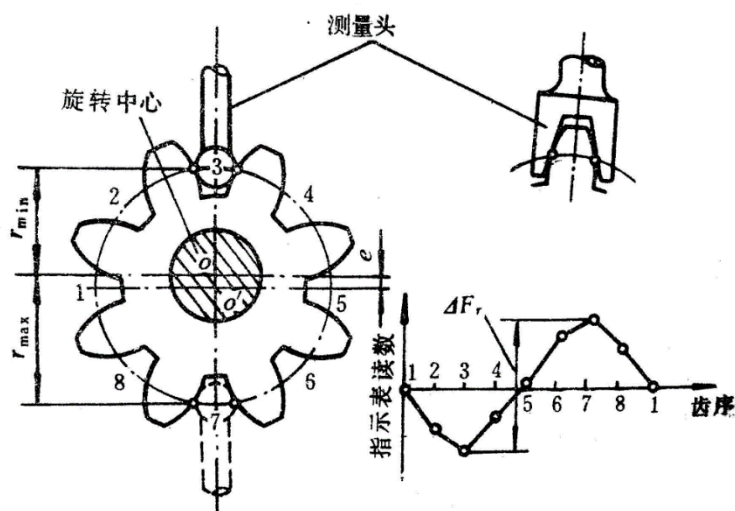

图1 齿圈径向跳动的测量
齿圈径向跳动误差 ΔF_r 是指齿轮的一转范围内，测量头在齿槽内（或轮齿上）与齿高中部双面接触，测量头相对于齿轮轴线径向位置的最大变动量（图1）。测量时，以齿轮轴线为基准，将测量头插入齿槽，从指示表上读数。逐齿测量一圈，其最大读数与最小读数之差即为齿圈径向跳动误差。（以指示表读数为纵坐标，齿序为横坐标，可作出如图1所示的曲线， ΔF_r 为曲线上最高点与最低点的坐标距离）。
2. 鼠标点击齿轮工件，将齿轮安装在齿圈径向跳动检查仪（图 1）。